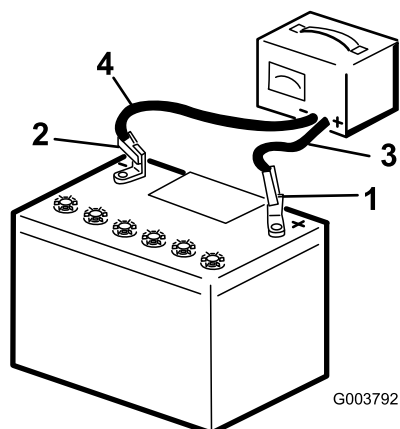

Рисунок 129
5. Подсоедините положительный провод зарядного устройства к положительному штырю аккумулятора (Рисунок 129).
6. Подсоедините отрицательный провод зарядного устройства к отрицательному штырю аккумуляторной батареи (Рисунок 129).
8. После полной зарядки аккумулятора отсоедините зарядное устройство от источника электропитания и штырей аккумулятора (Рисунок 129).